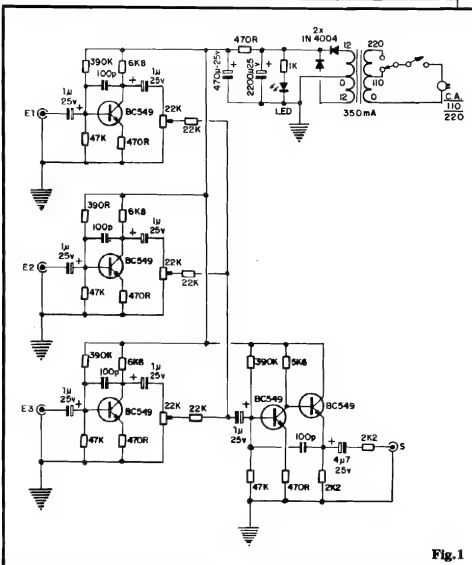

Fig. 1
- FIG. 1 - O CIRCUITO - O diagrama do TREGUA mostra que sua estrutura é distribuída em quatro módulos internos... Três deles, absolutamente idênticos entre si, representam os conjuntos de pré-amplificação de Entrada, cada um deles centrado num transistor de alto ganho e baixo ruído (BC549). As polarizações, acoplamentos e desacoplamentos foram cuidadosamente dimensionados para mínima distorção dos sinais apresentados a E1-E2-E3,